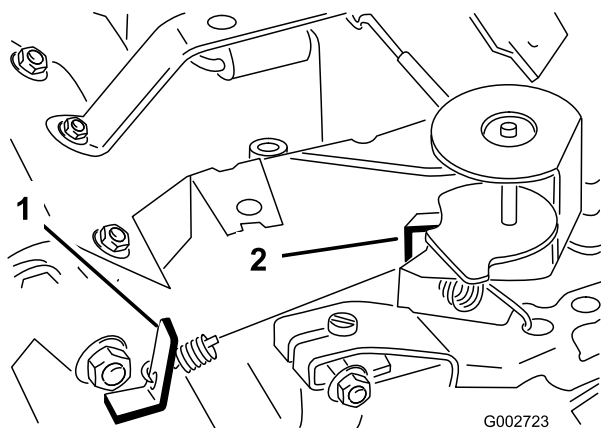

Figura 38
3. Doble la pestaña de anclaje del muelle de regulación del ralentí (Figura 38) hasta obtener una velocidad de ralentí de 1725 ± 50 RPM. Compruebe la velocidad con un tacómetro.
5. Mueva el control del acelerador a la posición de Rápido. Doble la pestaña de anclaje del muelle de alta velocidad (Figura 38) hasta obtener una velocidad alta de 3400 ± 50 RPM.